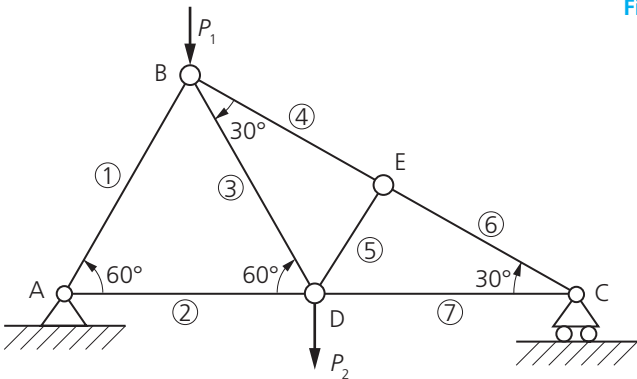

Figura 10
**A | Esercizio 2** Determinare le reazioni vincolari e gli sforzi  $S$  nelle aste della travatura reticolare di **Figura 10**, noti:  $P_1 = 3000\text{ N}$ ,  $P_2 = 2000\text{ N}$ ,  $AD = DC = 1\text{ m}$ ,  $BE = EC$ .